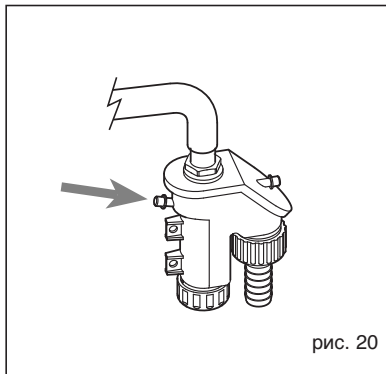

рис. 20
4.5 ТЕХОБСЛУЖИВАНИЕ (рис. 20)
сифонный конденсатопровод был наполнен водой (проверка необходима особенно, когда генератор не используется в течение долгого времени). Возможное наполнение выполняется через специальное отверстие (рис. 20).